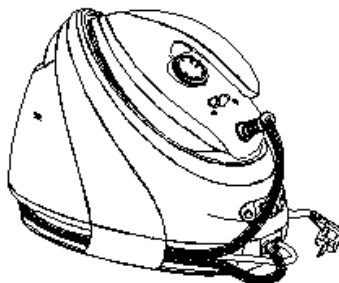

Fig. 5
6. Efectuați operațiunile de mai jos pentru a depozita furtunul pentru abur și cablul de alimentare în canelura pentru depozitare: pliați mai întâi furtunul pentru abur, înfășurați-l pe canelură și fixați-l; pliați apoi cablul de alimentare, înfășurați-l pe canelură și fixați-l (a se vedea Fig. 5).